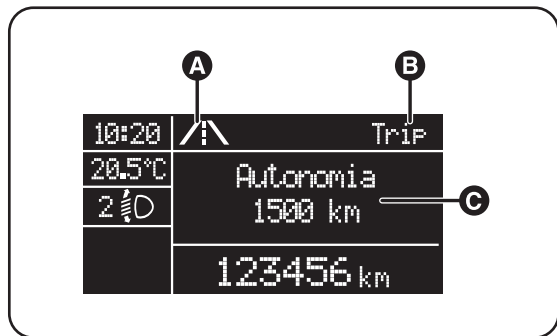

fig. 10
- icona animata nella parte superiore (A-fig. 10);
- la scritta "Trip" (oppure "Trip A" oppure "Trip B") (B);
- nome, valore ed unità di misura relativi alla grandezza selezionata (es. "Autonomia 1500km") (C).